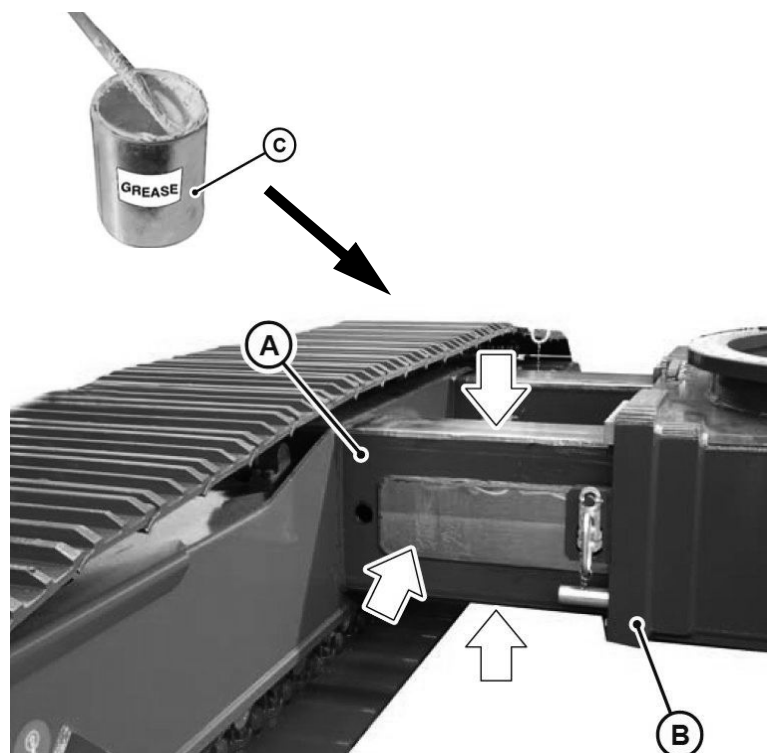

Fig. 24 Limpeza e lubrificação dos elementos de extensão (A) e da estrutura central (B)
2	Remova a contaminação acumulada e a graxa antiga de todos os lados do transportador (A) na Fig. 24 e a estrutura central (B) na Fig. 24. Limpe as superfícies com solvente!
3	Lubrifique as superfícies: Aplique um revestimento fino de graxa de lubrificação (C) na Fig. 24 usando uma escova.